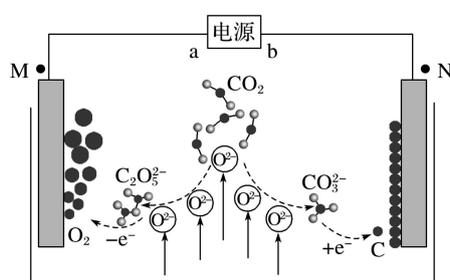

图 1
I.我国科学家设计的 CO_2 熔盐捕获与转化装置如图 1。